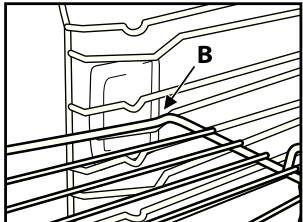

Рис. 2
- 2. Наклоните решетку с учетом положения фиксации B (Рис. 2).